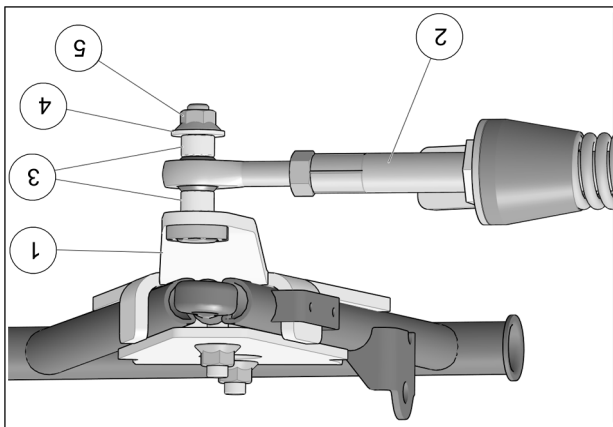

Fig. 24
8. Fixer le bras stabilisateur (2) à l'ancrage de suspension (1) à l'aide des deux espaces (3), de la rondelle (4) et de l'écrou autobloquant (5). Serrer à un couple de 70 N•m [52 lb•pi]. Voir la Fig. 24